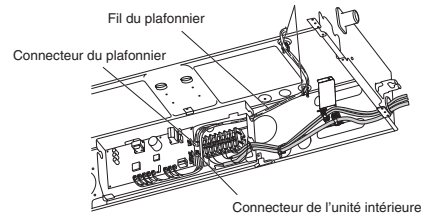

Fig. 7-10
- (2) Resserrer le connecteur de câblage (7P, rouge) qui sort du plafonnier à l'aide de pinces de fil (2 emplacements) sur le côté de l'unité intérieure. Le raccorder ensuite au connecteur dans la boîte de composants électriques de l'unité intérieure. (Fig. 7-10)